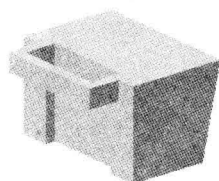
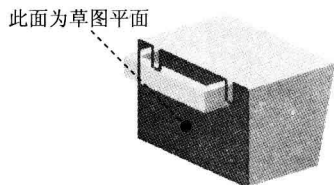

图 1.7 拉伸特征 3
图 1.8 定义草图平面
Step4. 创建图 1.7 所示的拉伸特征 3。
(1) 选择命令。选择下拉菜单 **插入(I)** → **设计特征(F)** → **拉伸(E)...** 命令（或单击 **拉伸(E)...** 按钮），系统弹出“拉伸”对话框。
(2) 单击“拉伸”对话框中的“绘制截面”按钮 ，系统弹出“创建草图”对话框。
① 定义草图平面。单击  按钮，选取图 1.8 所示的模型表面为草图平面，单击 **确定** 按钮。